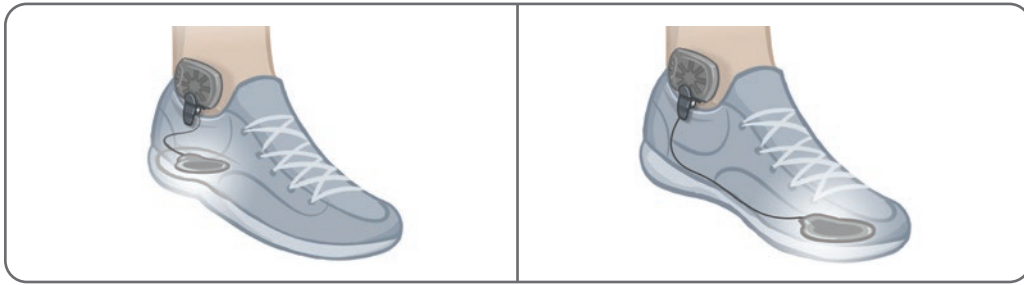

Abbildung 8-14: Position des am Schuh befestigten Fußsensors
5. Befestigen Sie den Sender des Fußsensors an der Schuhinnenseite. Das Stern-Logo auf dem Sender muss dabei vom Knöchel wegzeigen. Siehe Abbildung 8-14.
6. Bedecken Sie den Drucksensor mit der Einlegesohle. Schieben Sie überschüssiges Kabel unter die Einlegesohle. Siehe Abbildung 8-14.